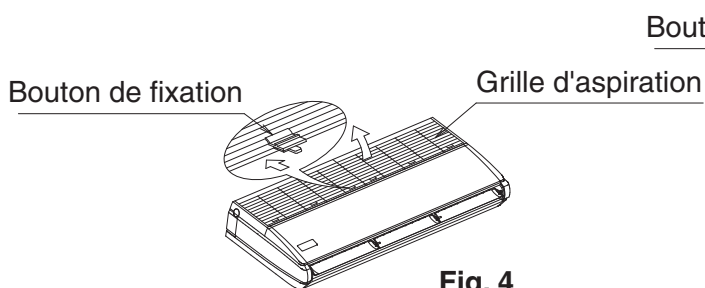

Fig. 4
- Faites glisser les boutons de fixation de la grille d'aspiration (type 35, 50 : 2 emplacements chacun, type 60 ~ 140 : 3 emplacements chacun) vers l'arrière (comme indiqué par la flèche) pour ouvrir en grand la grille d'aspiration. **(Reportez-vous à la Fig. 4).**